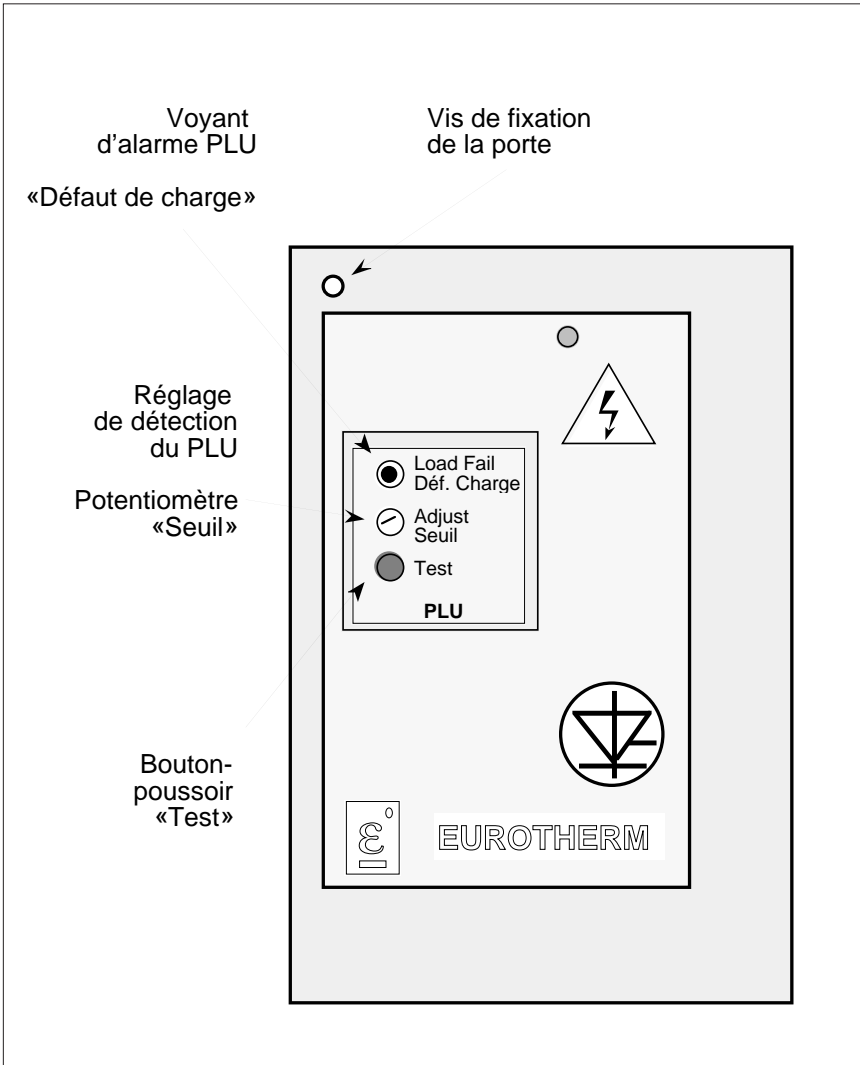

Figure 6-2 Disposition des moyens des réglage sur la face avant de l'unité
- Mettre le potentiomètre «**Seuil**» en face avant à fond dans le sens des aiguilles d'une montre (voir figure 6-2).